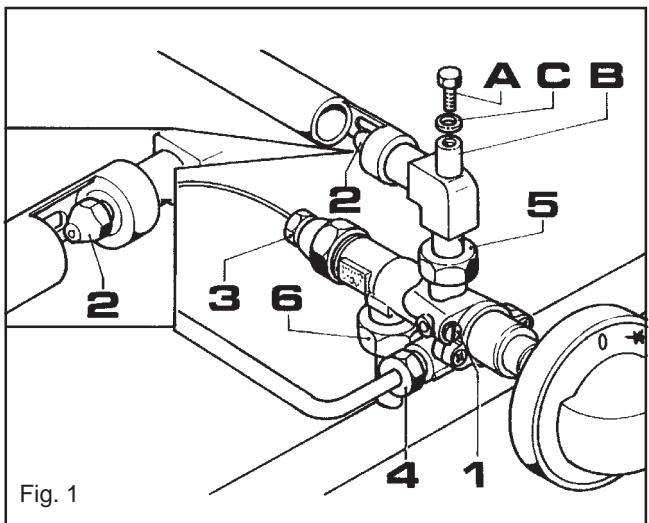

Fig. 1
- desmontar la tuerca (7) con una llave del 8
- desmontar la tuerca (Fig. 1 pos. 4) con una llave del 9
### B) Llave superficie de trabajo (Fig. 1)